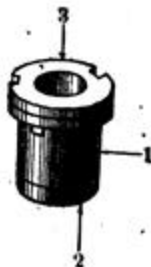

Рис. 26. Соединительная втулка.
**Соединительная втулка.** Тарель, дистанционный диск и обтюратор собираются вместе с помощью соединительной втулки (рис. 26).